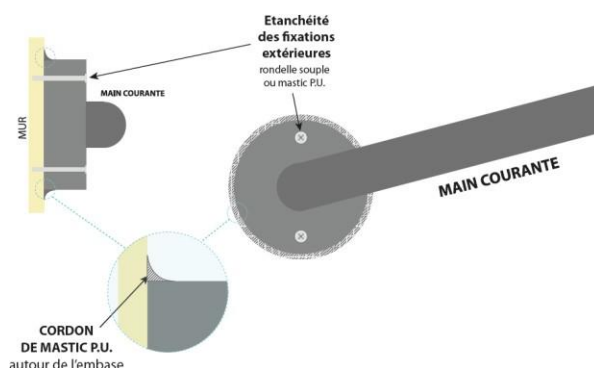

Figure 2 - Etanchéité des fixations murales (main courante)
- Appareils et équipements sanitaires (cf. figures 2 et 3 ci-après) :